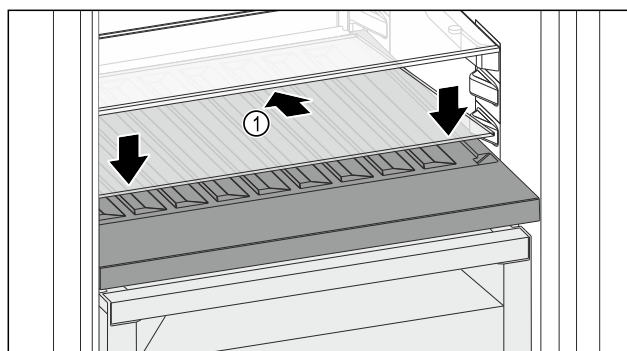

Fig. 88
- ▶ Nasadzte sklenú dosku Fig. 88 (1) šikmo a naklonenú smerom dozadu nadol.
- ▶ Spustite sklenú dosku Fig. 88 (1) vpredu.